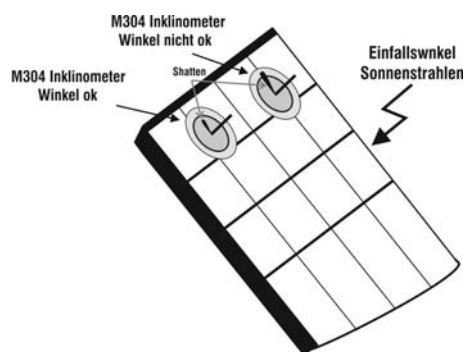

Abb. 7b: Positionierung des Inklinometers M304
16. Stellen Sie den mitgelieferten Neigungsmesser M304 auf die PV Moduloberfläche. **Überprüfen Sie, ob der Schatten des Messstabs “nicht über den Rand des auf dem Neigungsmesser eingezeichneten Kreises hinausragt” (Abb. 7b). Der Einfallswinkel der Sonnenstrahlen auf die PV Moduloberfläche würde sonst zu flach sein und nicht den normgerechten Testbedingungen der Solarmodul-Hersteller entsprechen. In diesem Fall ist keine Übereinstimmung der Messdaten mit jenen des Herstellers zu erwarten. Die Messungen müssen folglich zu einer anderen Tageszeit vorgenommen werden**